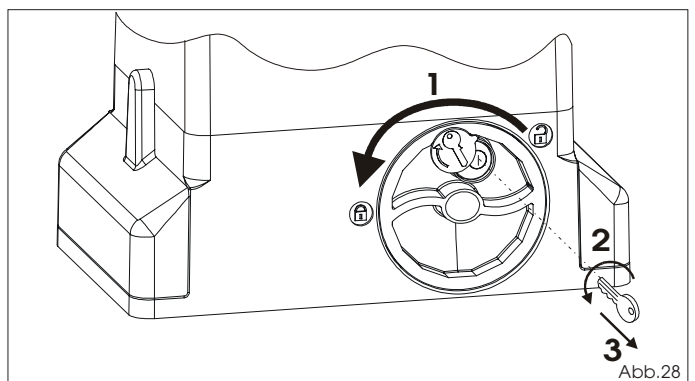

Abb.28
- 1) Das Entriegelungssystem im Gegenuhrzeigersinn bis zum Anschlag drehen, Abb. 28 Bez. 1.
- 2) Den Schlüssel im Gegenuhrzeigersinn drehen und vom Schloß abnehmen, Abb. 28 Bez. 2 und 3.